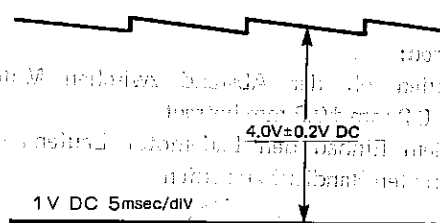

Abbildung 38.
2. TP 5 mit einem Oszilloskop überwachen, R752 (Trommel Riegelschaltung) entsprechend den Erfordernissen in Abb. 38 einstellen.
2. Monitor TP 6 mit einem Oszilloskop überwachen und R779 (Capstan Riegelschaltung) entsprechend den Erfordernissen in Abb. 38 einstellen.